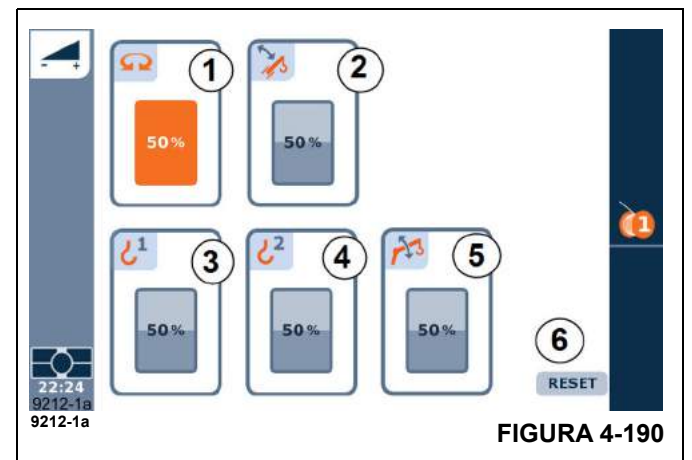

FIGURA 4-190
Los valores debajo de los símbolos (1 a 5), (Figura 4-190), indican las velocidades de la unidad motriz actualmente ajustadas, y estos indicadores en la pantalla se pueden utilizar para alterar las velocidades de la unidad motriz.
El símbolo (4), (Figura 4-190), está activo solamente cuando está instalado el malacate auxiliar.
El símbolo (6), (Figura 4-190), es un botón de comando para restablecer todas las velocidades de la unidad motriz a su valor predeterminado.